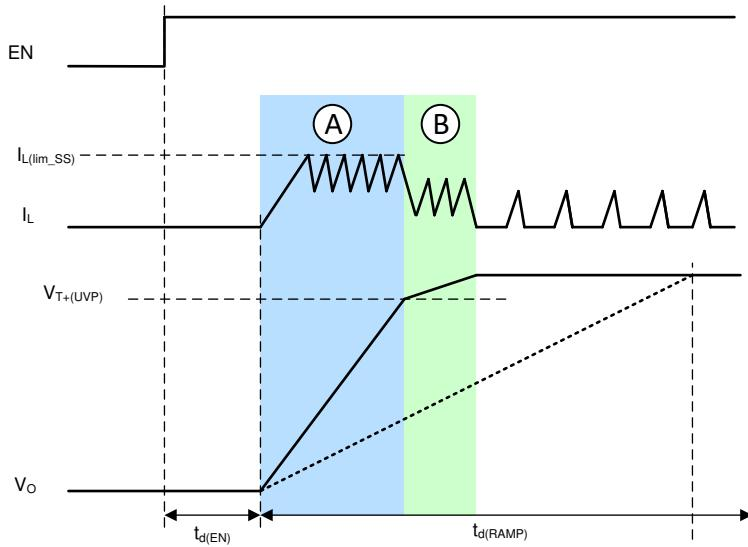

図 7-1. 標準的なソフトスタート動作
入力電圧が UVLO 上昇スレッショルドを超えると、EN ピンが 1.2V を超える電圧にプルされると、TPS631012A と TPS631013A がイネーブルになります。図 7-1 に、代表的な起動ケース(低出力負荷、標準的な出力容量)を示します。
TPS631012A と TPS631013A には、レジスタ CONTROL2 の FAST\_RAMP\_EN ビットで制御される 2 つの起動メカニズムがあります。図 7-1 に、代表的な起動ケース(低出力負荷、標準的な出力容量)を示します。
- FAST\_RAMP\_EN = 1 の場合、高速ランプ モードがイネーブルされます。出力ランプの動作を、図 7-1 の実線 VO として示します
- FAST\_RAMP\_EN = 0 の場合、高速ランプ モードはディセーブルされます。出力ランプの動作を、図 7-1 のダッシュライン VO として示します
高速ランプモードが有効になっている場合、コンデンサの容量がランプ時間  $t_d(\text{RAMP})$  として選択された容量よりも低い値に選択されている場合、デバイスはインダクタのピーク電流を制御して突入電流を制限し、可能な限り最速のソフトスタートを確実にします。その後、出力電圧は、リファレンス電圧ランプよりも速く上昇します(図 7-1 の位相 A を参照)。出力オーバーシュートを回避するために、出力が目標電圧に近づくと電流クランプは非アクティブとなり、電圧ランプによって指定された基準電圧ランプのスルーレートに従います。これは、起動が完了する電圧ランプです(図 7-1 の位相 B を参照)。電流クランプ動作からの遷移は、 $V_{T+}(\text{UVP})$  スレッショルド(一般に目標出力電圧の 90%)によって検出されます。位相 B の後、出力電圧は公称目標電圧に十分に安定化されます。電流波形は、出力負荷と動作モードによって異なります。スタートアップ時の電流制限には 2 つの方法があり、レジスタ CONTROL2 の CL\_RAMP\_MIN ビットで制御されます。
- CL\_RAMP\_MIN = 0 の場合、起動時の標準電流制限(図 7-1 の位相 A)は 500mA です
- CL\_RAMP\_MIN = 1 の場合、起動時の標準電流制限(図 7-1 の位相 A)は 1000mA です